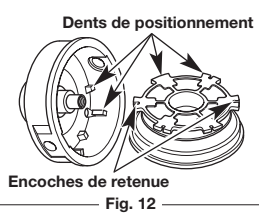

Fig. 12
6. Vérifiez l'état d'usure des dents de positionnement et des encoches de retenue (Fig. 12). Le cas échéant, enlevez les ébarbures ou remplacez le moulinet intérieur et la bobine extérieure.